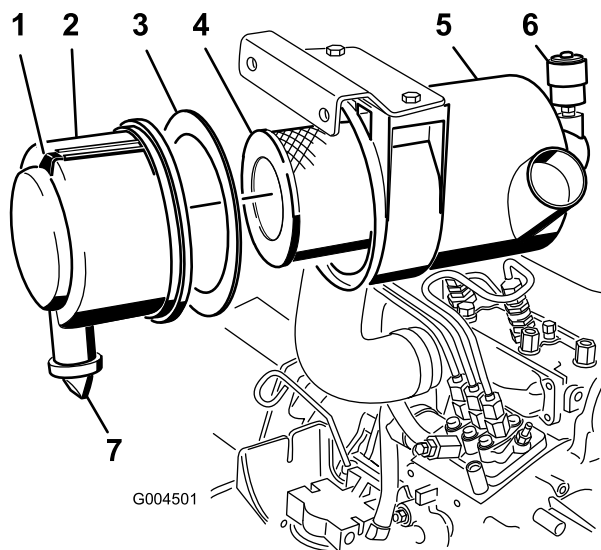

Рисунок 35
3. Производите обслуживание фильтра воздухоочистителя при появлении в окне индикатора сигнала красного цвета или через каждые 400 часов работы (при работе в условиях сильных загрязнений или запыленности производите обслуживание чаще) (Рисунок 35).